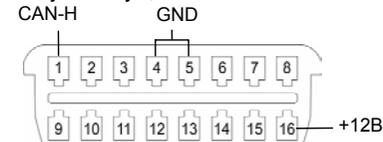

Рисунок 2. Подключение адаптера к разъему OBD-II.
- 2.2. Подключить Серый провод разъема X1 к информационной шине CAN автомобиля. Данное подключение возможно произвести, например, в жгуте 16-и контактного диагностического разъема OBD-II, расположенного в центральной консоли или под рулевой колонкой автомобиля, где цепь CAN-H подключена к контакту №1 (смотри рисунок 2).